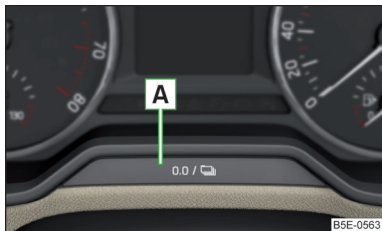

Fig. 22
▶ Apăsați tasta **[A]** » fig. 22 la pagina 42.
- ▶ Apăsați tasta **[A]** » fig. 22 și mențineți-o apăsată, până când pe afișaj se afișează punctul de meniu **Ora**.